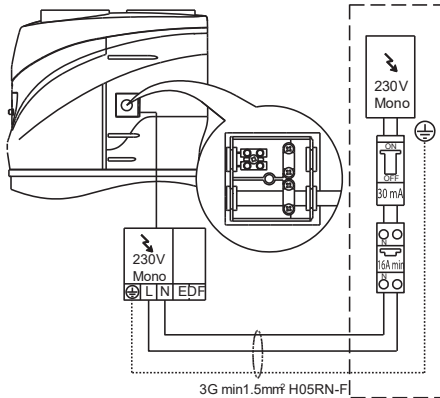

Abb. 10 Elektrischer Daueranschluss
**ELEKTRISCHER DAUERANSCHLUSS (Abb. 10)**